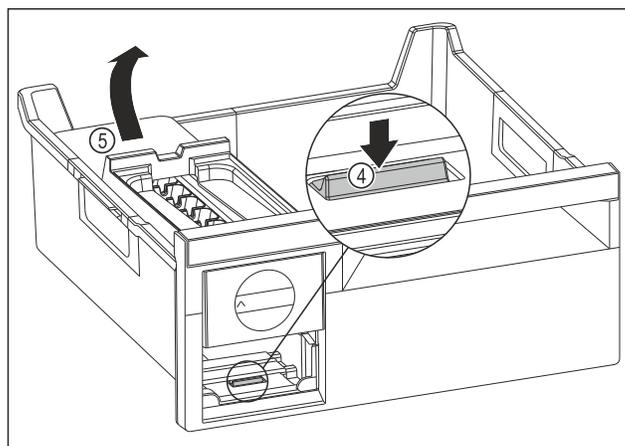

Fig. 134
- ▶ Retirer le corps de l'EasyTwist-Ice : Avec le doigt, pousser la languette Fig. 134 (4) vers le bas tout en soulevant de l'autre main le corps de l'EasyTwist-Ice Fig. 134 (5) depuis l'arrière.